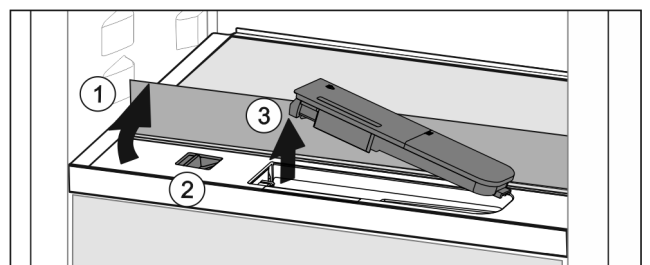

Fig. 157
- ▶ Glasplatte anheben und bis zum Anschlag nach hinten klappen *Fig. 157 (1)*.
- ▶ Schieber *Fig. 157 (2)* nach links schieben.
- ▶ Wassertank entnehmen *Fig. 157 (3)*.